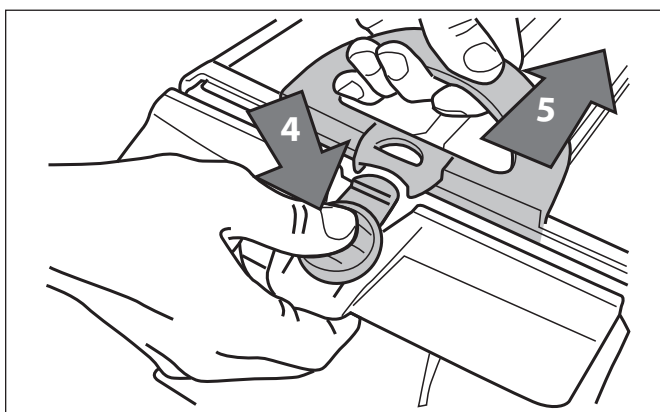

Figure 22. Ouvrir le filtre
7. Appuyer sur le bouton de déverrouillage rapide du filtre (4) et ouvrir (5). (Voir Figure 22.)